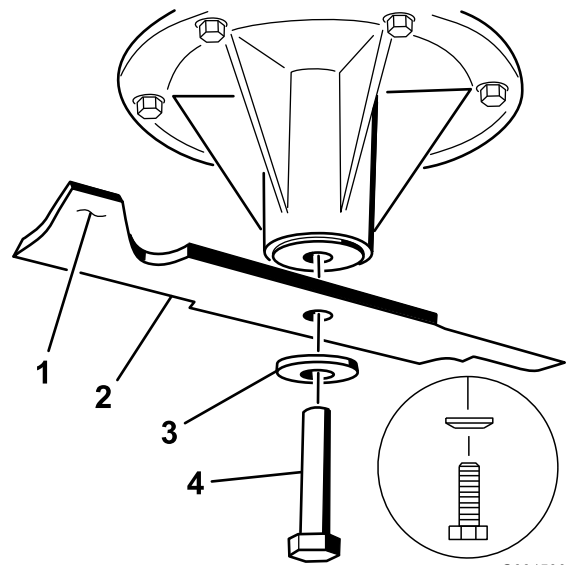

Figure 98
- Enlevez de l'axe, le boulon, la rondelle bombée et la lame (**Figure 98**).
1. Placez la lame sur l'axe (Figure 98).
2. Montez la rondelle bombée et le boulon de lame (Figure 98).